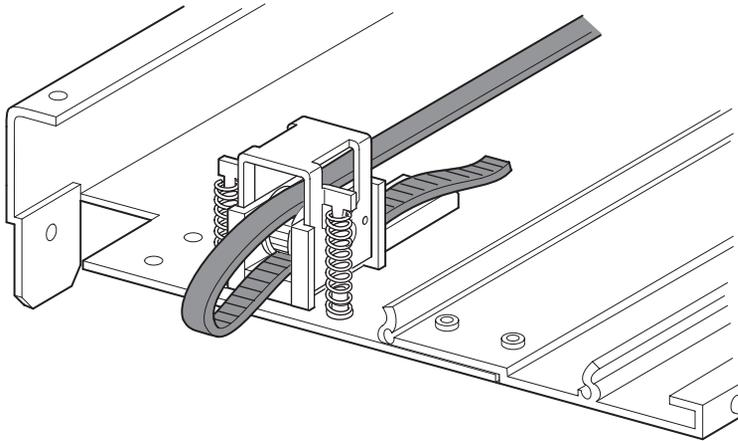
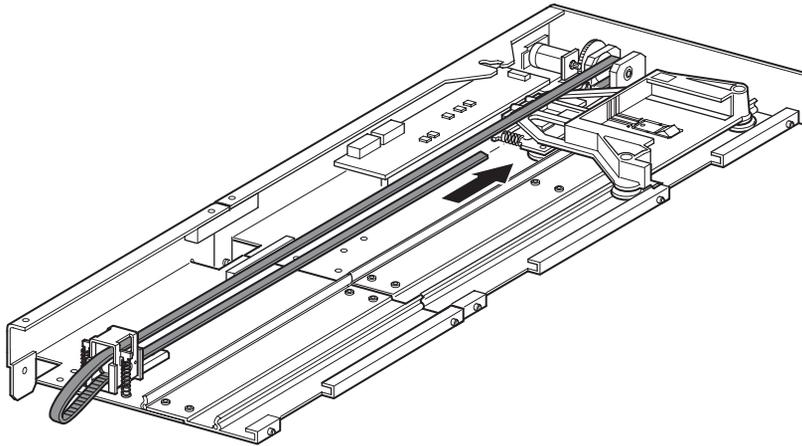

Figure 2-20 : Installation de la courroie synchrone sur l'extension
Figure 2-21 : Installation de la courroie synchrone
3. Passez la courroie synchrone dans le haut du tendeur et de la poulie libre, puis dans la poulie du moteur d'entraînement. Assurez-vous que les dents de la courroie sont engagées dans les deux poulies (voir la Figure 2-20 et la Figure 2-21).